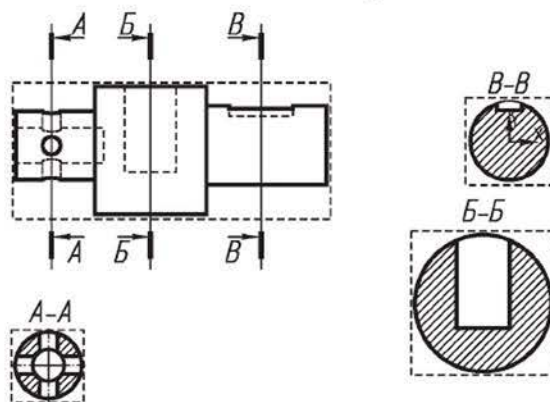

Рисунок 7.18 Результат построения сечений
13. Для построения первого сечения А-А на панели *Обозначения* выбрать кнопку *Линия разреза*, указать начальную и конечную точки сечения, щелкнуть ЛК мышки. На *Панели свойств* отключить *Проекционную связь* , нажать кнопку *Разрез*  и разместить разрез точно по линии сечения. Аналогично построить второе сечение Б-Б (рисунок 7.18). Выполнить третье сечение и расположить его на месте вида слева, в проекционной связи с главным видом. На *Панели свойств* нажать кнопку *Сечение модели* .